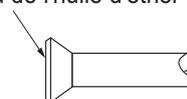

Fig. 15
- Au moment de placer le raccord conique, appliquez de l'huile d'ester ou de l'huile d'éther à l'intérieur de l'évasement, et tournez l'écrou 3 ou 4 fois à la main avant de visser. **(Reportez-vous à la Fig. 15)**